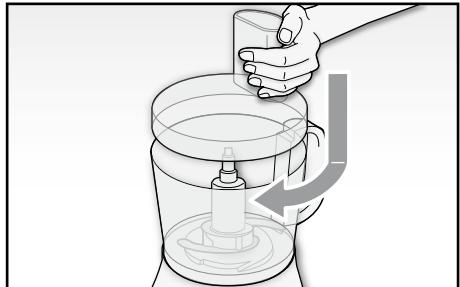

Fig. 7
- Inserire il coperchio (O) sopra la ciotola (P) allineando la tacca presente all'interno della ciotola (P) col simbolo () . Bloccare il coperchio (O) a scatto ruotandolo in senso orario () (Fig. 7).